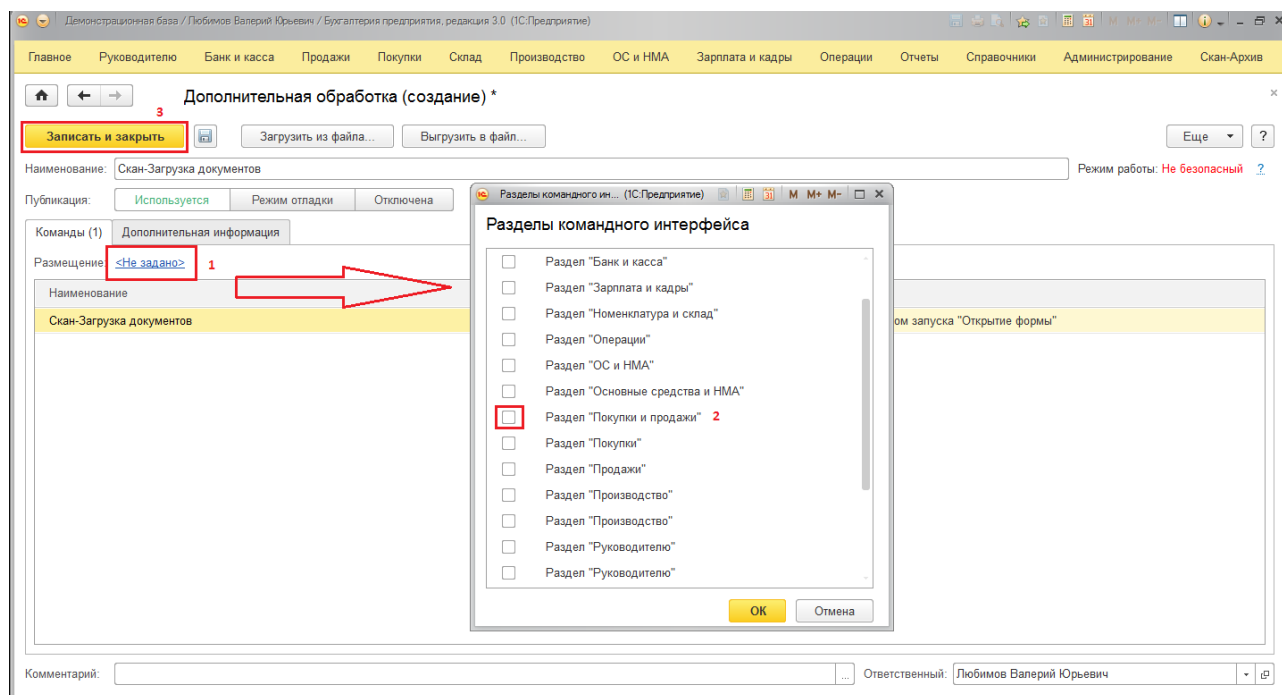

Рис. 7
4.2. Для того чтобы обработка была доступна из стандартных меню учётной базы, необходимо добавить её в разделы командного интерфейса. Для этого в окне настройки дополнительной обработки нажмите гиперссылку возле надписи «Размещение» и укажите разделы меню, в которых должна быть доступна обработка. В приведённом примере (Рис. 7, пометки 1 и 2) обработка добавлена в командный интерфейс раздела «Покупки и продажи».
4.3. После завершения настройки нажмите кнопку «Записать и закрыть» - Рис. 7, пометка 3.
1. Перейти в раздел, для которого ранее администратором была включена доступность (Рис. 7, пометки 1 и 2) обработки.